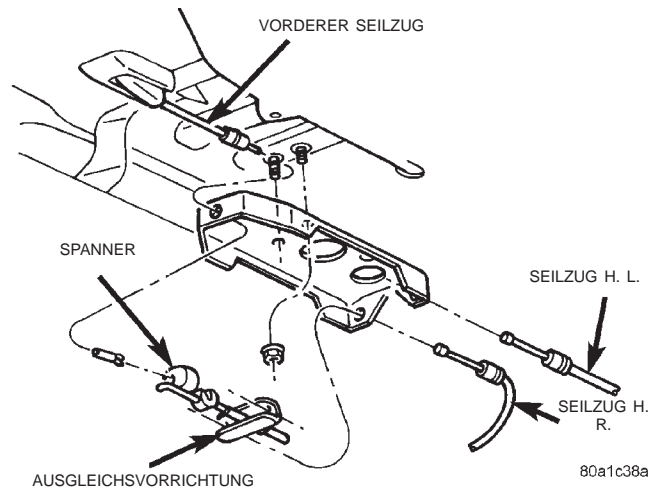
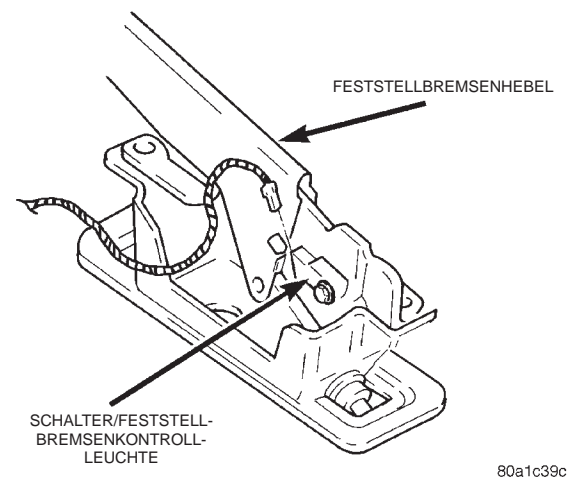

Abb. 36 Befestigung/Feststellbremsenhebel
Abb. 37 Schalter/Feststellbremsenkontrollleuchte
(1) Feststellbremse lösen.
(2) Fahrzeug anheben.
(3) Einstellmutter des vorderen Seilzugs lösen und den Seilzugspanner von der Ausgleichsvorrichtung abnehmen. Dann den vorderen Seilzug vom Seilzugspanner lösen (Abb. 36).
(4) Fahrzeug absenken.
(5) Falls vorhanden, Hebelabdeckung oder Mittelkonsole ausbauen. Für das anzuwendende Verfahren siehe Kapitel 23 zur Karosserie des Fahrzeugs.
(6) Kabel vom Schalter/Feststellbremse abziehen (Abb. 37).
(1) Das Fahrzeug anheben und die Einstellmutter am Ausgleichshebel lockern, bis die hinteren Handbremsseile nicht mehr gespannt sind.
(2) Das betreffende Seil am Ausgleichshebel aushängen und herausziehen (Abb. 36).